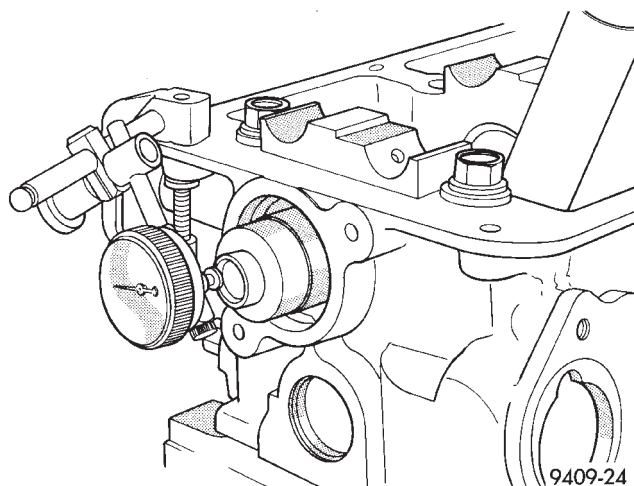

Abb. 24 Axialspiel der Nockenwelle
- Meßuhr auf Null stellen (Abb. 24).